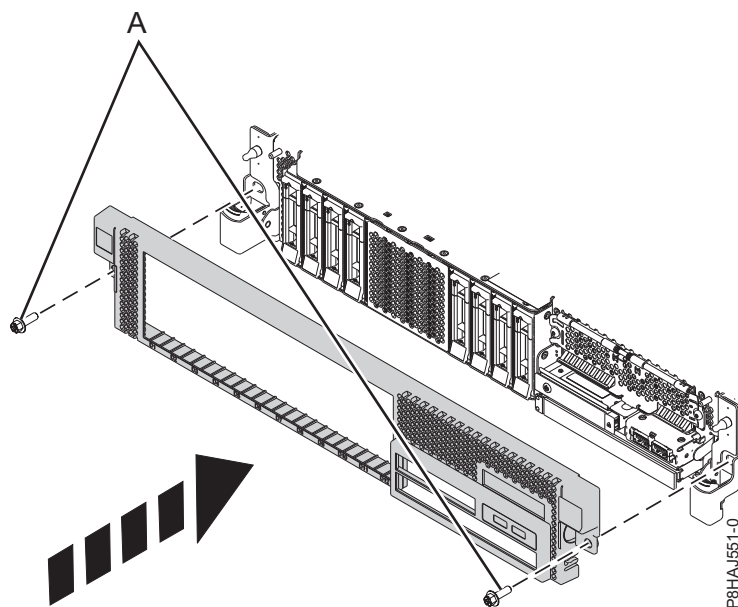

Abbildung 55. Vordere Abdeckung installieren
3. Verriegeln Sie die Entriegelungshebel in die in Abb. 55 auf Seite 71 dargestellte Richtung. Die Abdeckung schnappt ein und weist eine Vertiefung auf, an der Sie sie leichter festhalten können.
4. Bringen Sie die Transportschrauben (A) wieder an.